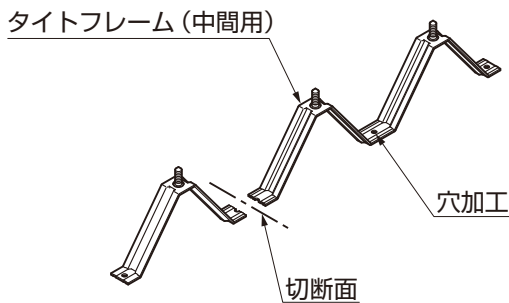

図4-5
- ①タイトフレーム (中間用) を穴加工の真ん中で切断してください。(図4-5 参照)